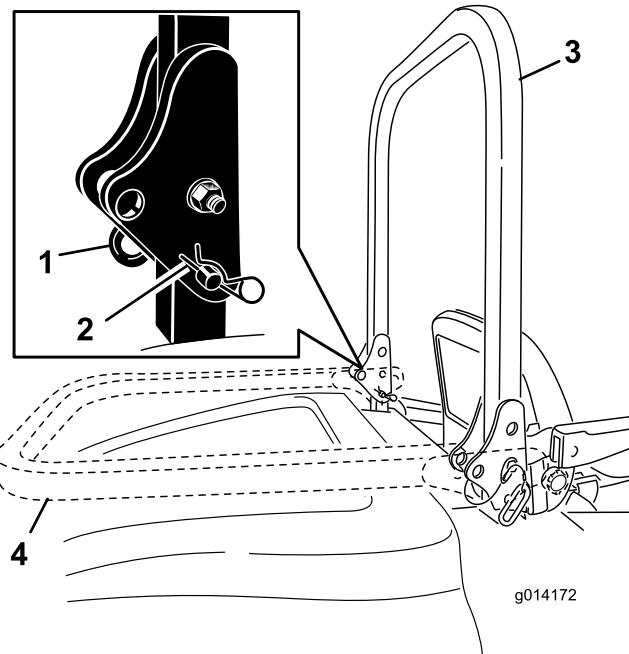

Bild 10
- 1. Nehmen Sie zum Absenken des Überrollbügels die Splints ab, drücken Sie den Überrollbügel nach vorne gegen die Federn und nehmen Sie die beiden Stifte ab (Bild 10).
- Senken Sie den Überrollbügel ab (Bild 10).
- Setzen Sie die zwei Stifte ein und befestigen Sie diese mit den zwei Splints (Bild 10).
- Nehmen Sie zum Aufrichten des Überrollbügels die Splints ab und entfernen Sie die beiden Stifte (Bild 10).
- Richten Sie den Überrollbügel ganz auf und setzen Sie die beiden Stifte ein. Befestigen Sie die Stifte mit den Splints (Bild 10).